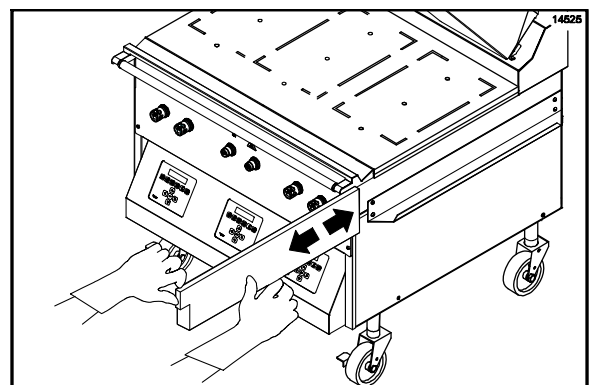

Figure 86
12. Retirer, vider et réinstaller les tiroirs de récupération de graisse (Cf. Figure 86).